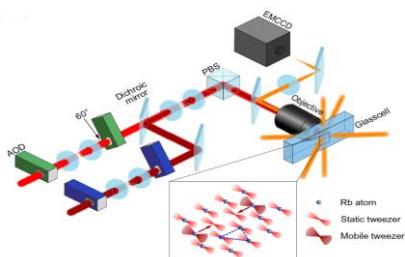

図1 光ピンセットの構成
- 無欠陥原子配列は、中性原子を用いた量子情報処理を実現するために重要である。しかし、大規模な無欠陥原子配列の実現は、原子を再配置して目的のターゲット配列を達成する時に発生する様々な損失のため、困難な場合がある。今回、図1に示すようなマルチ光ピンセットの構成により、原子配列を個別に並べ替えて、できる限り無欠陥原子配列ができるようにしている。225個の原子配列の無欠陥確率は、室温状態で、複数サイクルの再配列後に確率33%であることを実証している。光ピンセットを実現するために用いているレーザの制御をするためにAOD対を2個使用しており、一つは、レーザ波長が808nm用で、もう一つはレーザ波長が852nm用である。これらのAOD対を駆動するために、M4i.6631-x8から発生するマルチトーン信号を用いている。